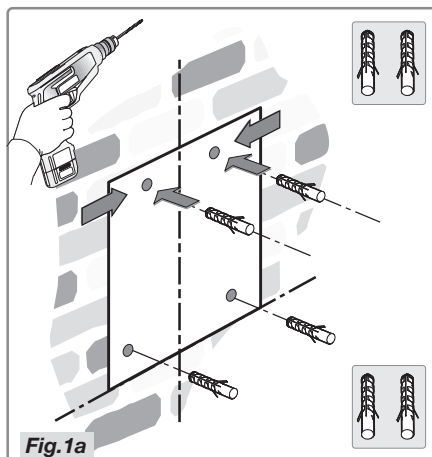

Fig. 1a
- Plaats het sjabloon op de muur en zorg ervoor dat de lijn samenvalt met de lijn die eerder afgetekend is op de muur. Teken de positie van de gaten af en boor ze (Fig. 1a).